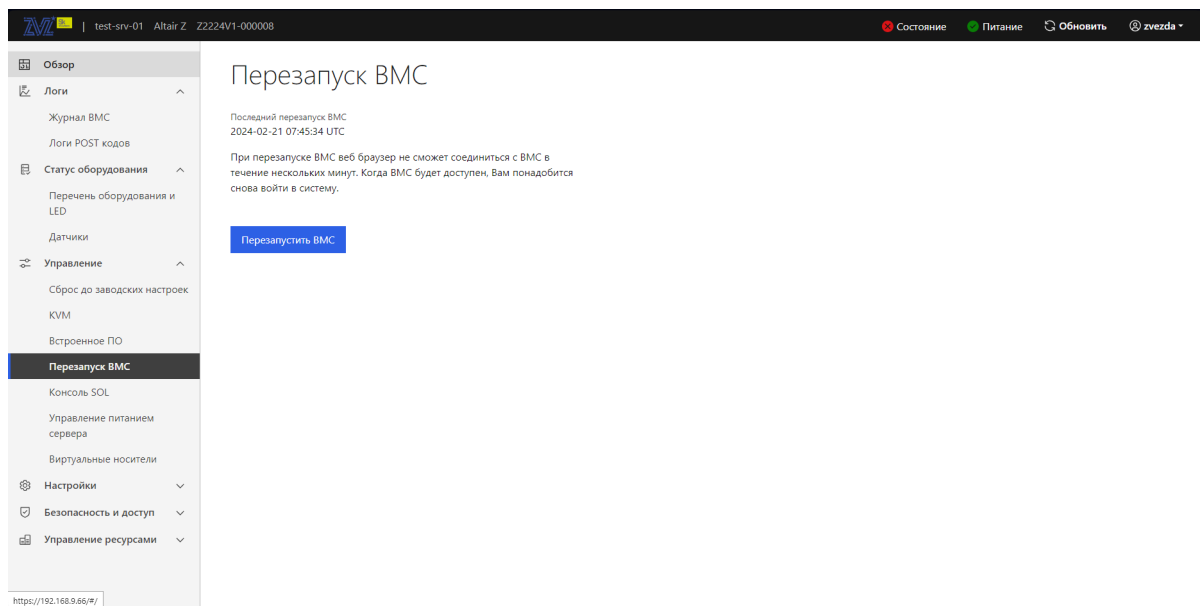

Рис. 93. Окно «Перезапуск BMC»
- 4) Пройдите во вкладку «Управление» → «Перезапуск BMC» в данной вкладке осуществляется перезапуск BMC. Нажмите на кнопку «Перезапустить BMC» для перезапуска BMC. Окно показано на рис. 93 Окно «Перезапуск BMC»